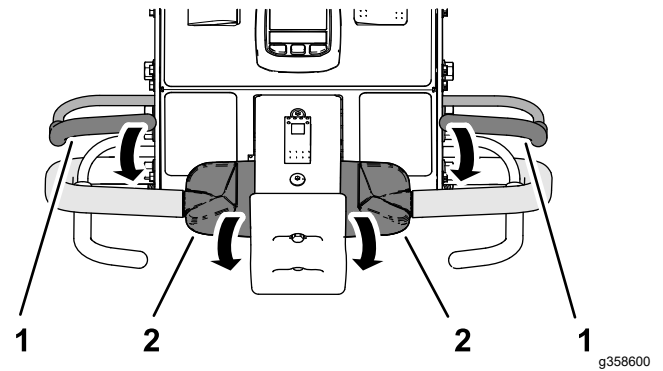

図 35
1. どちらかのオペレータベイルをハンドルバーと共に握り込み、走行コントロールの上部を前方に回転させる図 35。